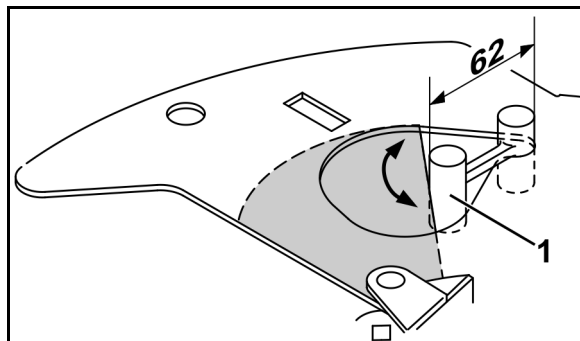

Fig. 8
2. Stik indstillingslæren (Fig. 8/1) med den ene ende gennem næsen på gennemløbsåbningen.